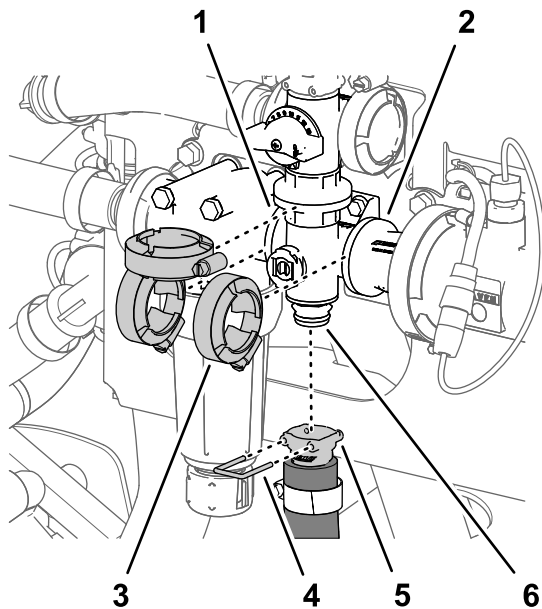

Figure 118
1. Retirez l'étrier qui fixe le raccord rapide du flexible d'agitation au collecteur de la vanne d'agitation (Figure 118).
- Retirez les 3 colliers bride qui fixent le collecteur de vanne d'agitation aux brides de la tête du filtre de pression et à l'adaptateur d'accouplement (Figure 118).